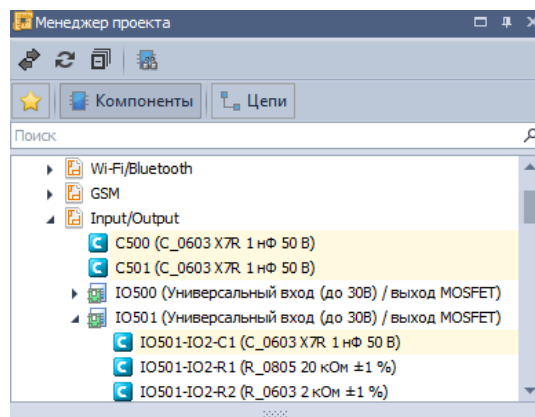

Рис. 90 Компоненты внутри разных блоков и вне блоков
- Компонент внутри блока и вне блока, в том числе в другом блоке, см. Рис. 90.